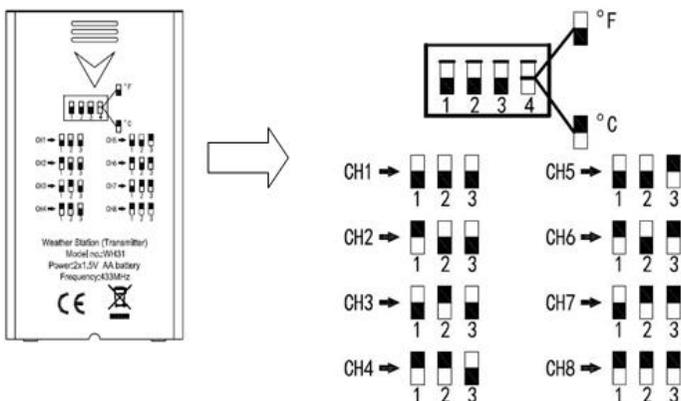

Abbildung 15: DIP-Schalter-Diagramm
3. **Kanalnummer:** Das Gerät unterstützt bis zu acht Sensoren. Um jede Kanalnummer einzustellen, ändern Sie die Dip-Schalter 1, 2 und 3, wie in beschriebenen Figure 15 .
4. **Temperatureinheiten:** Um die Anzeigeeinheiten des Senders ($^{\circ}\text{F}$ vs. $^{\circ}\text{C}$) zu ändern, wechseln Sie den Dip-Schalter 4, wie in beschriebenen Figure 15 .